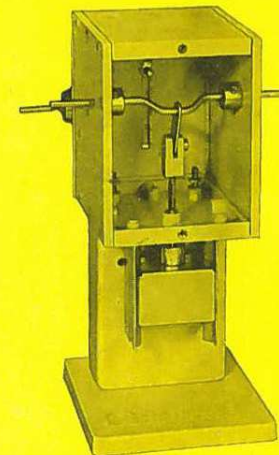

Bild 23
- 4.2. Wähle die Bauteile 1, 2, 4 und 6 aus und montiere ein Teil des Maschinengestells nach Bild 23!